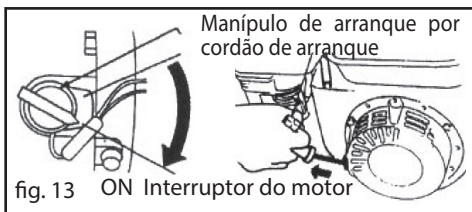

fig. 13
8. Arrancar o motor (Fig. 13).